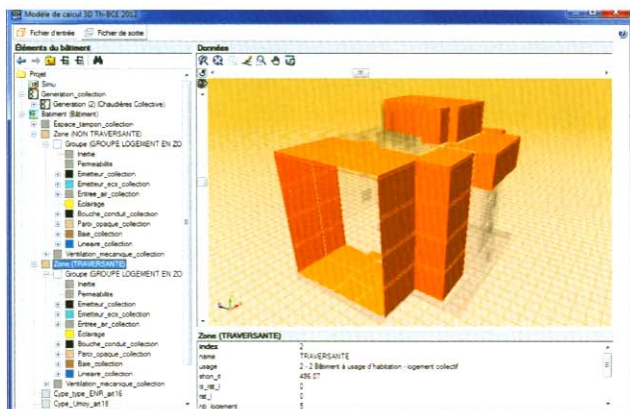

Figure 1 Le visualisateur XML 3D permet de consulter l'arborescence du projet et de contrôler l'enveloppe thermique transmise au moteur Th-BCE.
- un meilleur contrôle de la mise en jeu des données de l'enveloppe thermique: la reprise d'un projet ultérieurement à son rendu par un autre utilisateur pour une remodification de l'enveloppe ou des systèmes est aisée et facilitée notamment par la visualisation 3D de l'enveloppe thermique à étudier (> Figures 1 et 2).